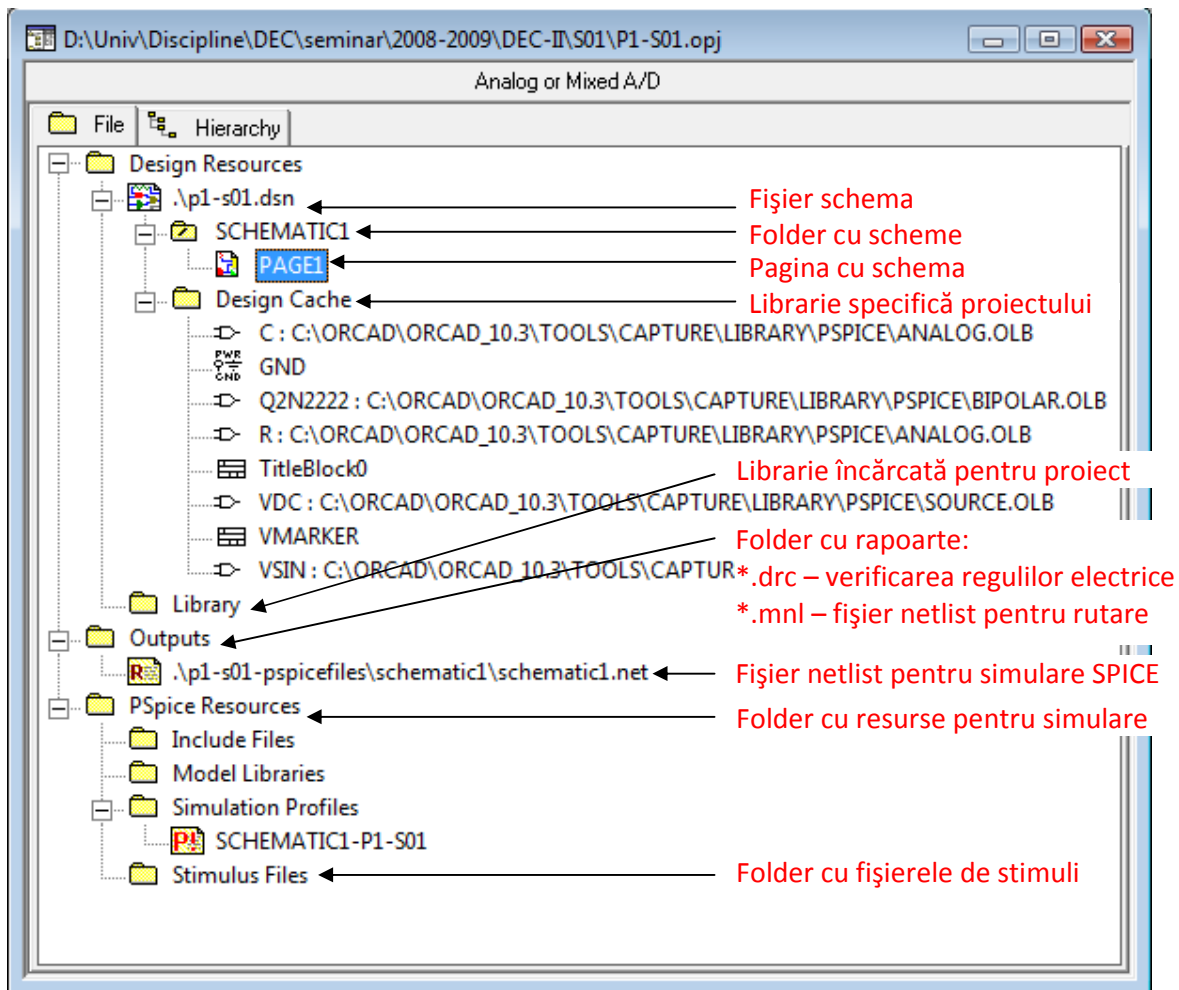

Fig. 8.
- Dând clic pe **File**, se deschide fereastra din fig. 8: